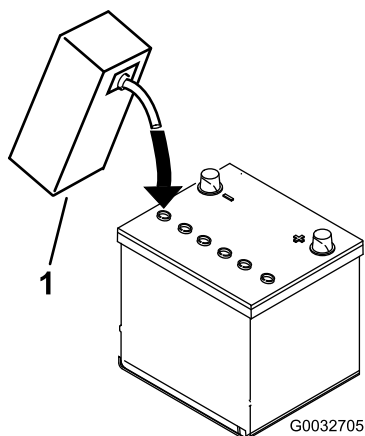

Рисунок 7
3. Осторожно заливайте электролит в каждую ячейку до уровня над пластинами примерно 6 мм (Рисунок 7).
4. Подождите примерно 20-30 минут, пока электролит не впитается в пластины. При необходимости доливайте электролит до уровня, не достигающего примерно 6 мм до низа заливного отверстия (Рисунок 7).